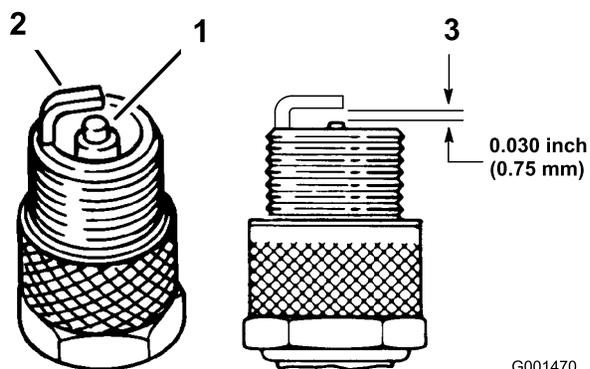

Figure 33
1. Examinez le centre des bougies (Figure 33). Si le bec de l'isolateur est recouvert d'un léger dépôt gris ou brun, le moteur fonctionne correctement. S'il est couvert d'un dépôt noir, c'est généralement signe que le filtre à air est encrassé.
3. Contrôlez l'écartement entre l'électrode centrale et l'électrode latérale (Figure 33). Courbez l'électrode latérale (Figure 33) si l'écartement est incorrect.
3. Connectez les bougies (Figure 33).